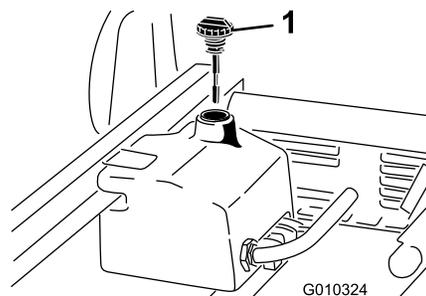

Рисунок 20
1. Очистите зону вокруг заливной горловины и крышки гидравлического бака (Рисунок 20). Снимите крышку с заливной горловины.
2. Извлеките измерительный щуп (Рисунок 20) из заливной горловины и протрите его чистой ветошью. Вставьте измерительный щуп в заливную горловину; затем извлеките его и проверьте уровень жидкости. Уровень жидкости должен находиться между двумя метками на измерительном щупе.